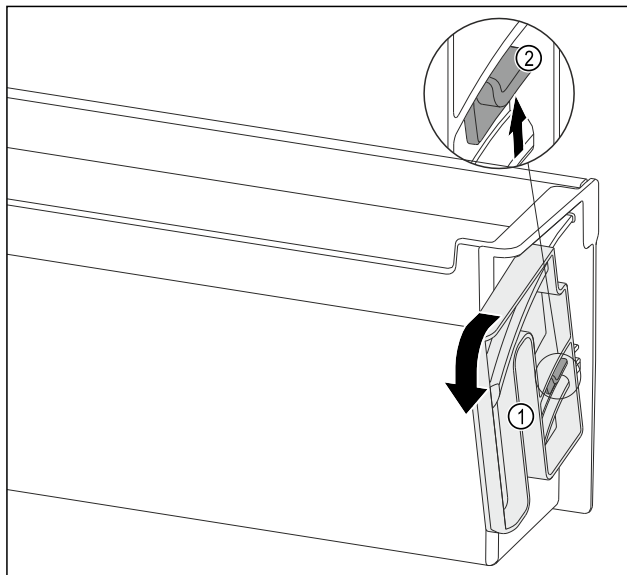

Fig. 114
- ▶ Draai-eenheid Fig. 114 (1) in de aangegeven richting tot aan de aanslag draaien.
- ▶ Strip Fig. 114 (2) omhoog duwen en draai-eenheid Fig. 114 (1) wegnemen.